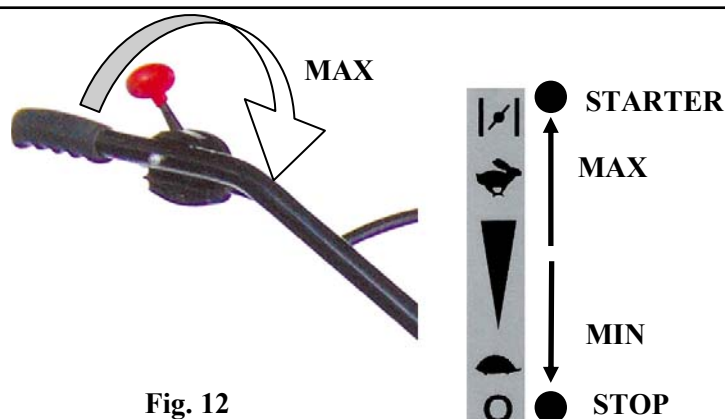
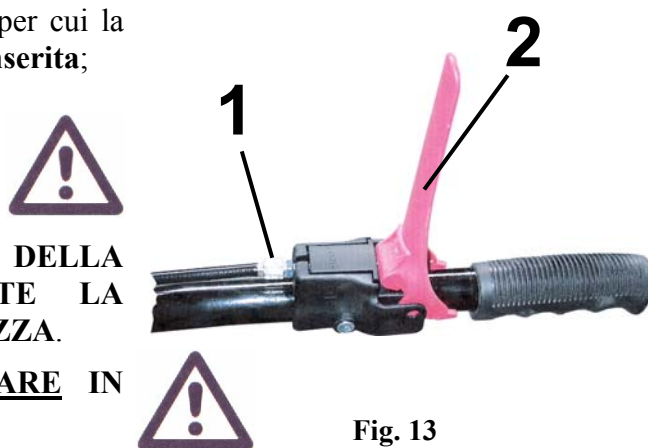
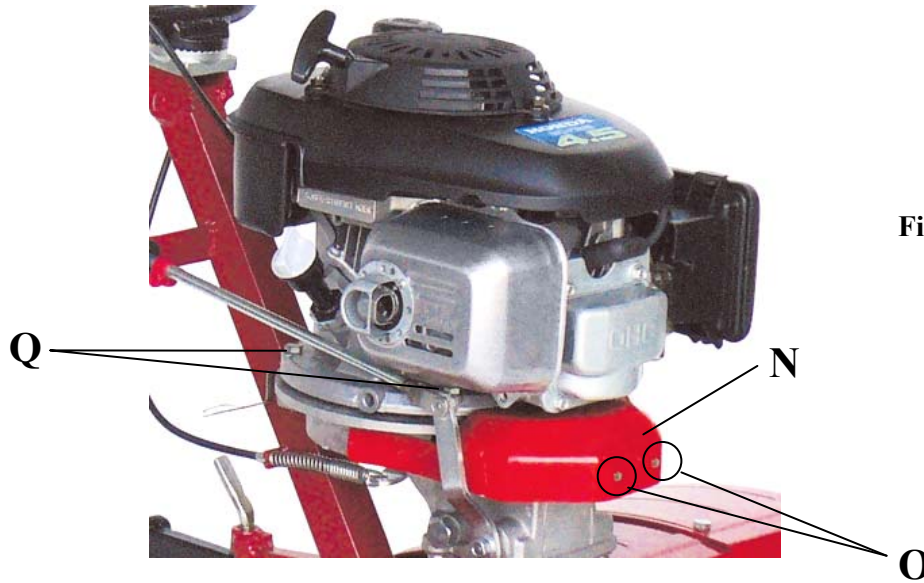

Fig. 12
Fig. 13
Fig. 16
- Leva (**part.2 fig.13**) abbassata: innesto trasmissione, per cui la motozappa **avanza** o **arretra** in funzione della **marcia inserita**;
- Leva (**part.2 fig.13**) alzata: disinnesto trasmissione, la motozappa si **arresta**;
- Per regolare la tensione della cinghia agire sul registro (**part. 1 fig.13**).
1. Mantenere la leva di innesto trasmissione (**part. 2 fig.13**) alzata;
3. Accelerare il motore tramite manettino (**fig.12**) e abbassare gradualmente la leva di innesto trasmissione (**part. 2 fig.13**) per mettere in movimento la motozappa.
Rimuovere il carter di protezione (**fig. 16 Part. N**) svitando le 2 viti (**fig. 16 Part. O**). Verificare che con la leva di innesto trasmissione (**fig. 13 e 17a Part. 2**) abbassata la cinghia (**fig. 17b**) sia tesa e che con la leva alzata la cinghia sia libera di scivolare sulle gole delle pulegge (**fig. 17b Part. PM e PC**). In caso contrario è necessario portare il motore nella posizione corretta allentando le viti di fissaggio (**fig. 16 Part. Q**) e facendolo scivolare sul supporto asolato. Eseguita la registrazione fissare il motore e rimontare il carter protezione (**fig. 16 Part. N**).